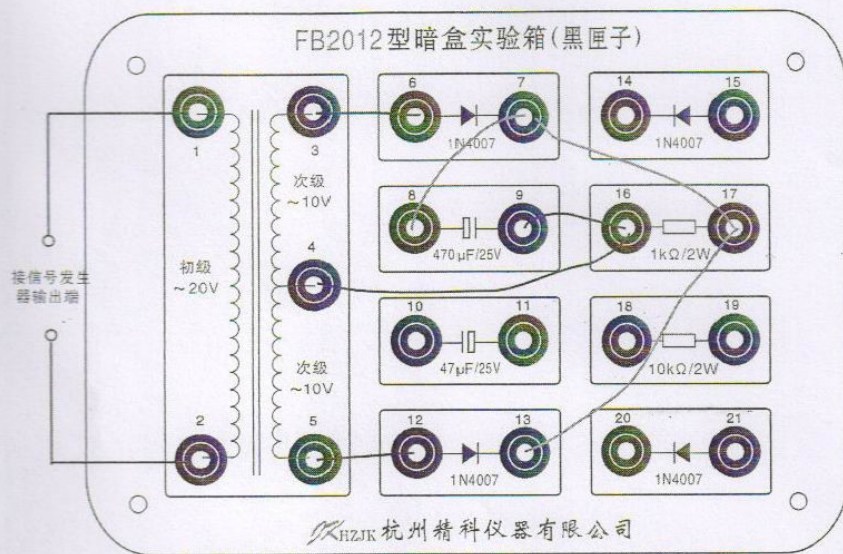

图 6
3. 按图 6 接线，其接线后组成全波整流及滤波电路，然后分别用示波器与数字万用表观察及测量“6”和“7”点的波形和电压。